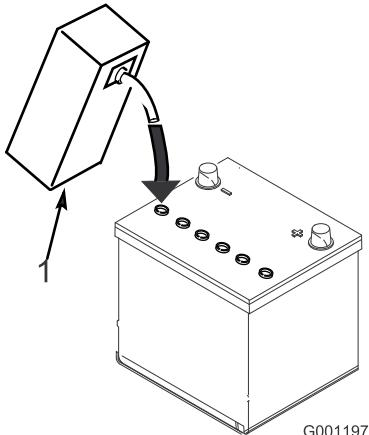

図 5
3. 各セルに慎重に電解液を満たす。電極板が6 mm程度水没するぐらいが適当(図5)。
4. 電極板が液を吸収するまで20~30分間程度待つ。必要に応じて、電極板が6 mm程度水没するぐらいに電解液を補充する(図5)。